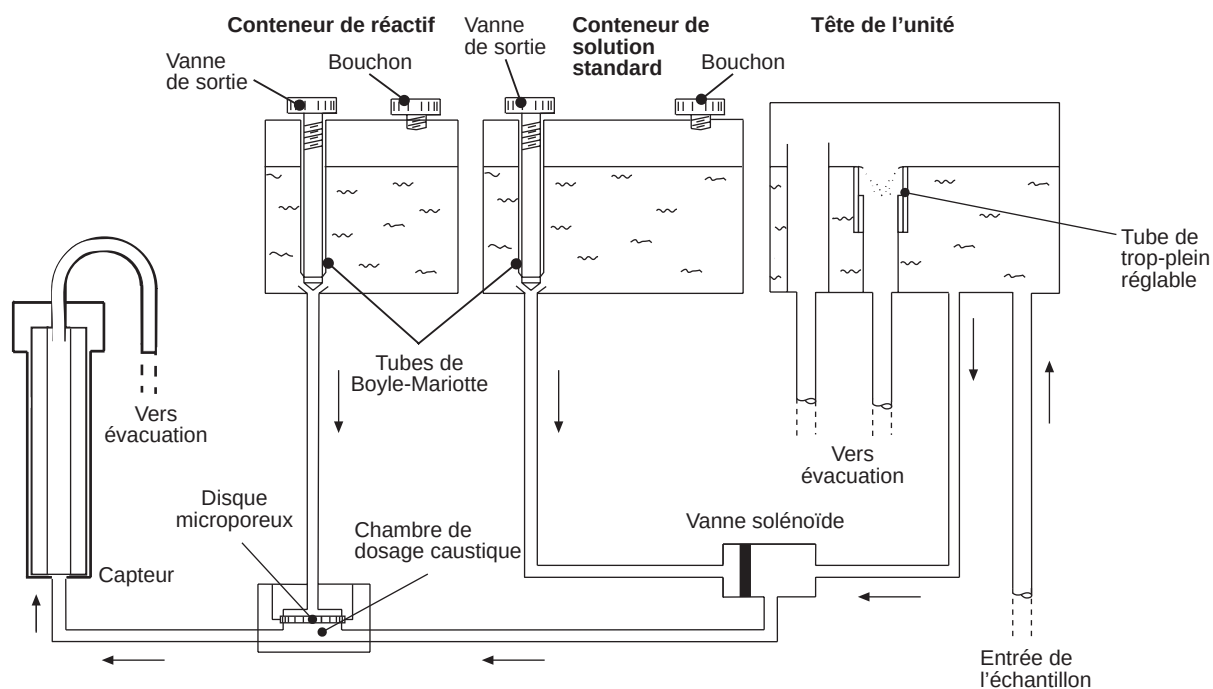
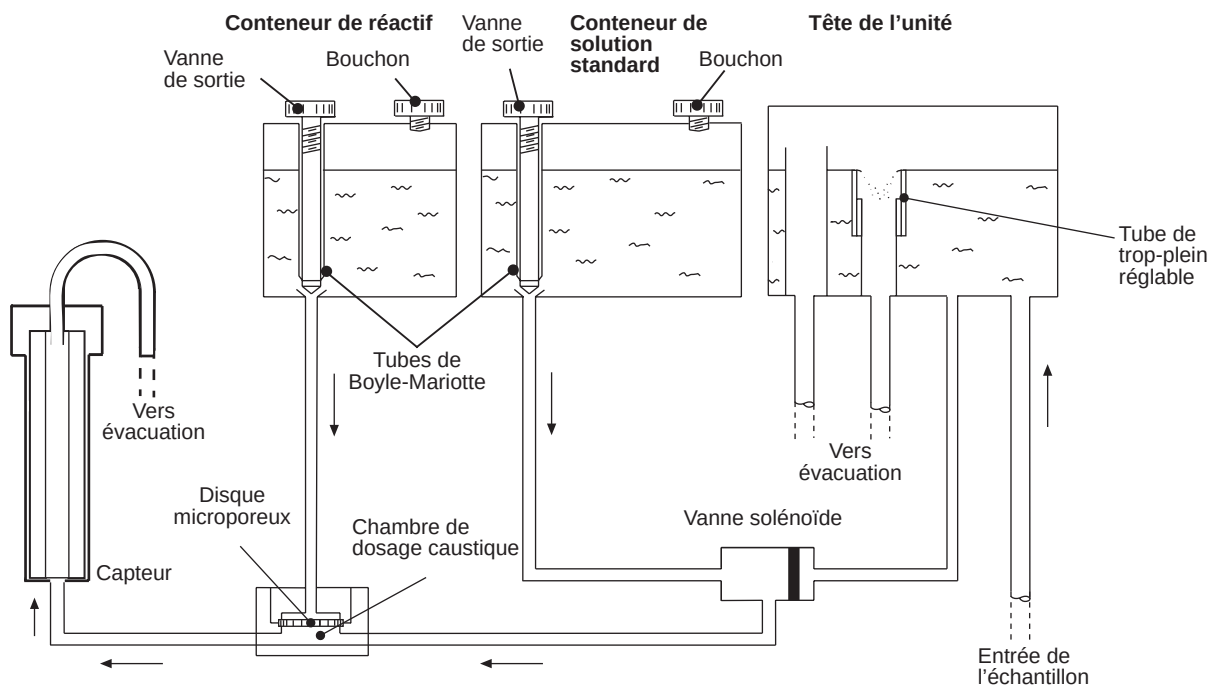

Fig. 3.2 Circulation de l'échantillon en fonctionnement normal
Fig. 3.3 Système d'échantillon lors de la phase d'étalonnage – Diagramme du débit
Le trop-plein du pot à niveau constant et celui de la sonde se déversent dans une cuvette placée au fond du boîtier. Le circuit de l'échantillon est représenté Fig. 3.2 en mode normal de fonctionnement et Fig. 3.3 lors d'une séquence de calibration.
- a) Ouvrir le robinet alimentant l'analyseur en échantillon. Le circuit de l'échantillon est représenté Fig. 3.2 en mode normal de fonctionnement et Fig. 3.3 lors d'une séquence de calibration.